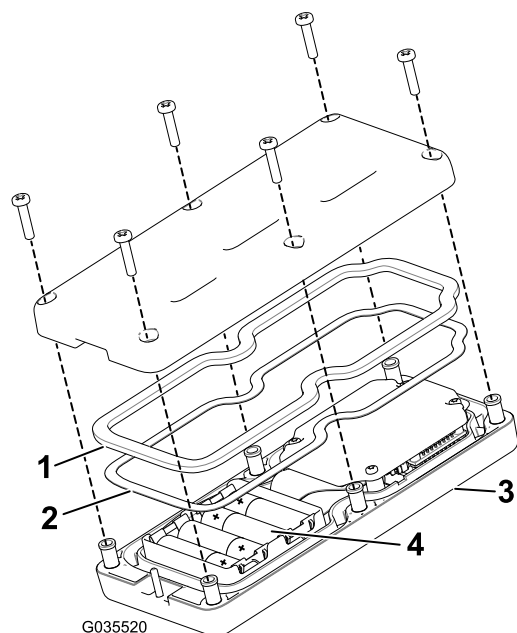

Bild 24
Hinweis: Wenn Sie die Batterien falsch einlegen, wird das Gerät nicht beschädigt; es funktioniert jedoch nicht. Das Fach hat Polaritätsmarkierungen für jeden Anschluss (Bild 24).
3. Stellen Sie sicher, dass die Stahldichtung und die Gummidichtung im Kanal in der Fernbedienung liegen, bevor Sie die hintere Abdeckung wieder aufsetzen (Bild 24).
4. Befestigen Sie die Abdeckung mit sechs Schrauben (Bild 24) und ziehen sie mit 1,5-1,7 N m an.